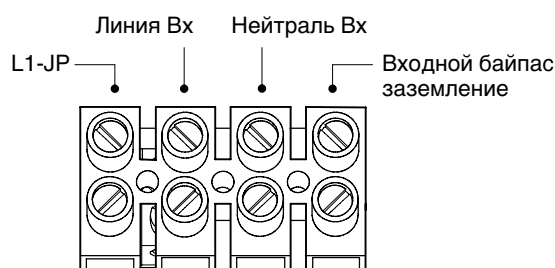

Рисунок 33. Входная клеммная колодка байпаса ИБП
10. Подсоедините входной и заземляющий провода к входной клеммной колодке согласно рис. 33 и табл 2.